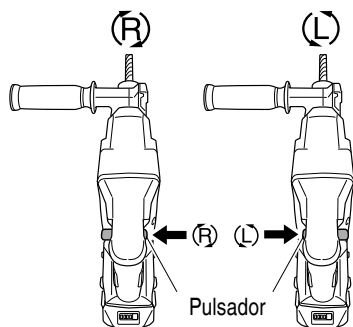

Fig. 15
6. Confirmar la dirección de rotación de la broca (Fig. 15). La broca rota hacia la derecha (visto desde atrás) al oprimir el lado R del botón. (Fig. 15). Si oprime el lado L del botón, la broca gira hacia la izquierda.